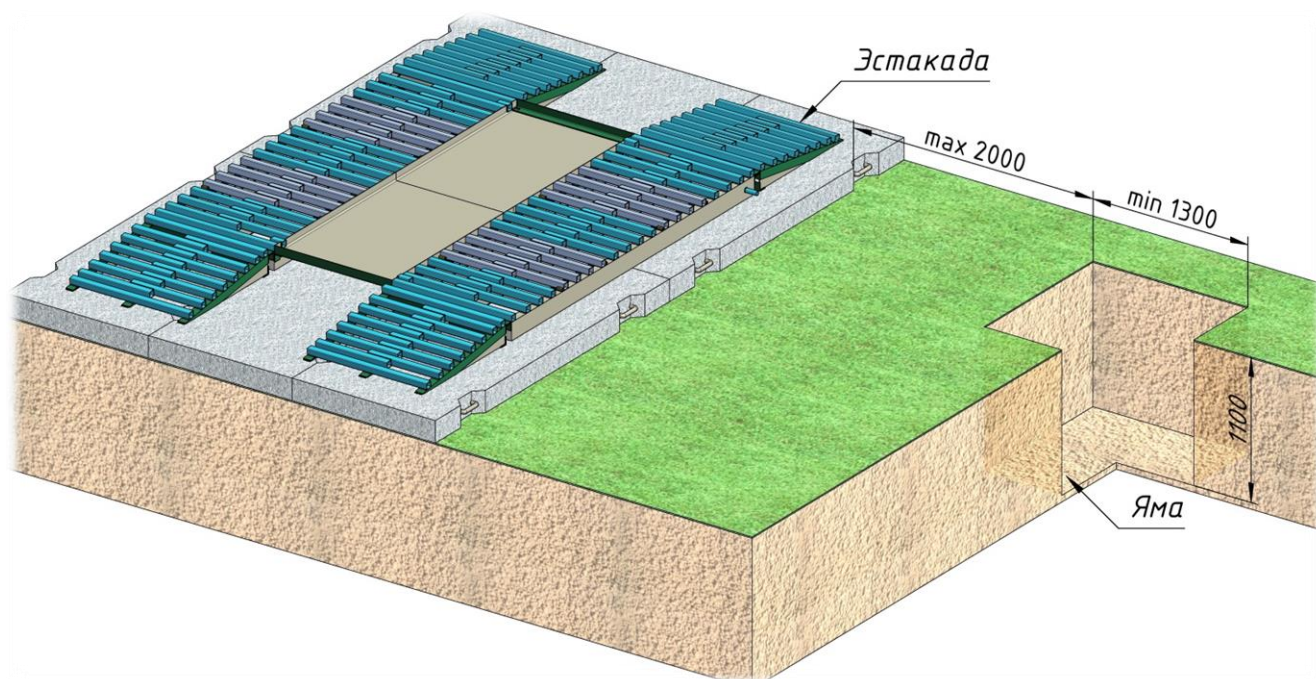

Рисунок 2
- выкапывается яма на расстоянии не более двух метров от эстакады (при её наличии) или дорожных плит. Размеры ямы по ширине и длине должны быть не менее 1300 мм, а глубина её варьируется в пределах от 1000..1100 мм (смотри рис. 2);